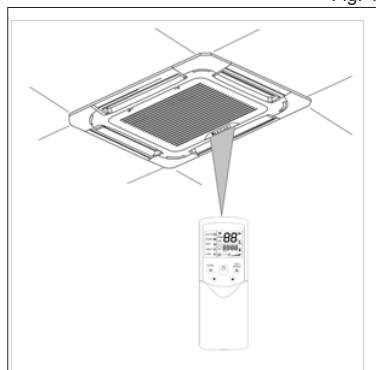

Fig. 4
2. Cuando se utilice, diríjalo hacia el receptor de señal de la unidad (Fig.4).